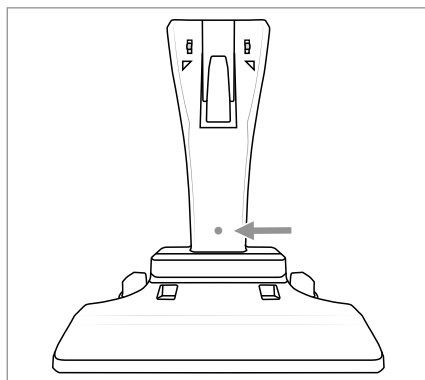

Bild 1
- 1) Använd öppningen i hållaren 22 för att markera borrhålet på väggen (bild 1).
- 4) För in skruven 26 i öppningen i hållaren 22 (bild 1) och skruva in den i pluggen 27 med en stjärnskruvmejsel.